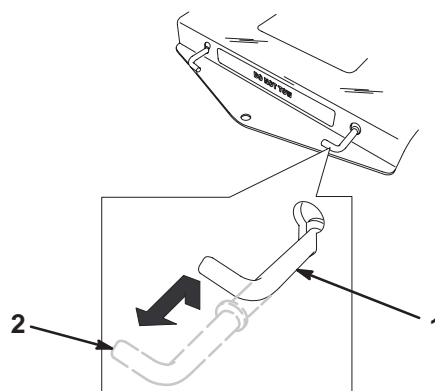

Figure 15
3. Tirez les deux leviers de dérivation vers le haut et poussez-les jusqu'à ce que la rondelle de la tige passe dans la fente. Poussez les leviers vers le bas pour les bloquer en position (Fig. 15).
Tirez chaque levier de dérivation vers le haut, puis sortez-les complètement. Poussez les leviers vers le bas (Fig. 15).